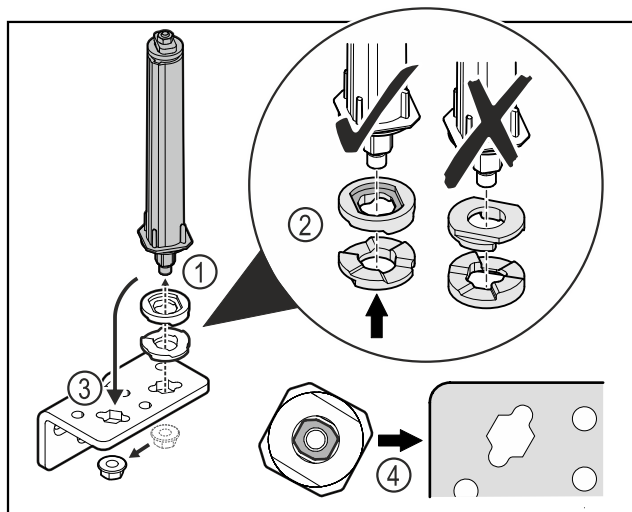

Fig. 40
- ▶ Развийте гайката и свалете затварящата система на вратата Fig. 40 (1).
- ▶ Обърнете внимание на правилното подравняване на шайбите за регулиране на височината Fig. 40 (2).
- ▶ Преместете затварящата система на вратата в ъгъла на пантата и я фиксирайте с гайката Fig. 40 (3).
- ▶ При поставяне се уверете, че затварящата система на вратата е правилно подравнена Fig. 40 (4).